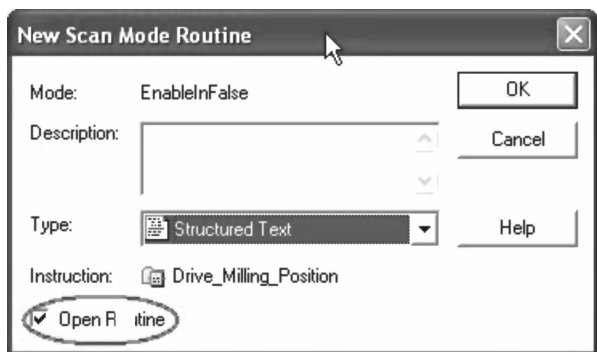

图 18-14 新建扫描模式例程
3. 确保类型已设置为结构化文本，并且“打开例程”（Open Routine）复选框处于未选中状态，然后单击“确定”（OK），如图 18-14 所示。